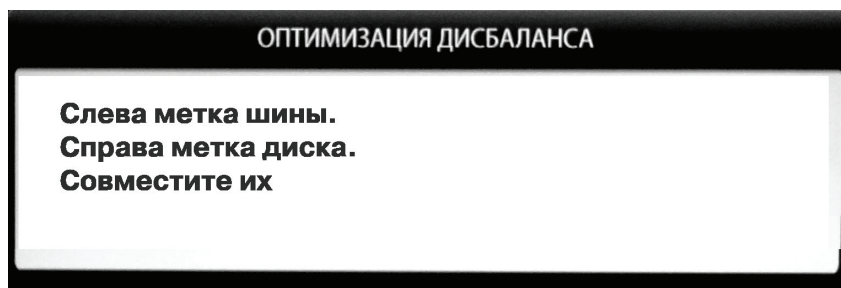

рис.15.3
15.3. После выполнения п.5 в окне рис.15.2 на экране монитора появится окно рис 15.3, а на индикаторах 1 отобразится величина статического дебаланса колеса, а на индикаторах 4 - величина дебаланса колеса, которую можно получить после завершения программы Опт. Поставте метки на шине и диске согласно указаниям в окне рис.15.3.